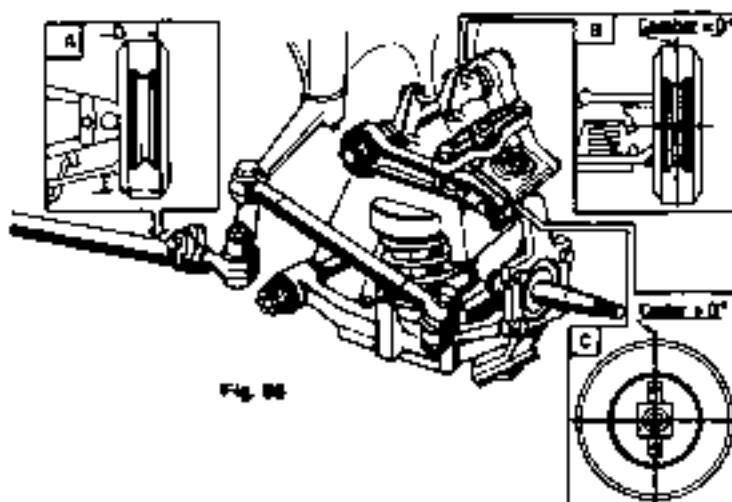

Abb. 66
## REGISTRAZIONE GEOMETRIA RUOTE ANTERIORI (fig. 66)
## REGLAGE GEOMETRIQUE ROUES AVANT (fig. 66)
## FRONT WHEEL GEOMETRY (Fig. 66)
1. Den Verdampfer wieder unter dem Armaturenbrett befestigen und zwar nach vorangegangener Anbringung der Serrage (Spannschlüssel) des Thermostabes "B" zwischen die Maschen des Verdampfers (Abb. 66).
#### GEOMETRISCHE EINSTELLUNG DER VORDERRÄDER (Abb. 66)